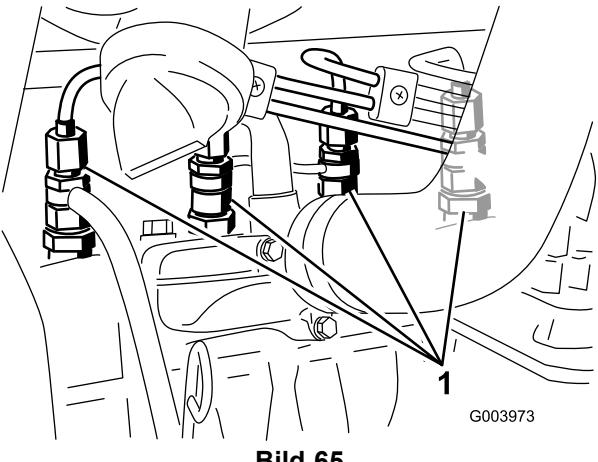

Bild 65
1. Lockern Sie den Leitungsanschluss an der ersten Düse und am Halter (Bild 65).